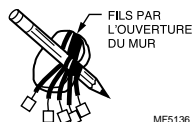

Fig. 2. Enroulement des fils autour d'un crayon.
- Débrancher les fils de l'ancien thermostat. À mesure que les fils sont débranchés, fixer les étiquettes ci-jointes portant la lettre correspondant à l'ancienne borne. Ne pas identifier les fils s'il n'y en a que deux. Enrouler les fils autour d'un crayon pour empêcher qu'ils ne tombent dans le mur. Voir la Fig. 2.